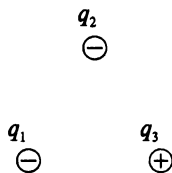

Рис. 1.6
3. Определите направление силы, действующей на заряд q_1 , находящийся в поле зарядов q_2 и q_3 (рис. 1.6). Заряды находятся в вершинах равностороннего треугольника.